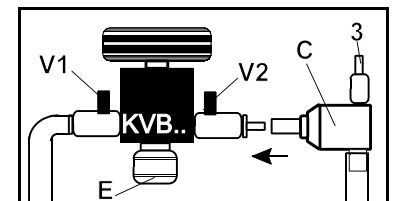

Abb. 3
- d) Venturi-Düse (C) an KVB .. ankuppeln (Abb. 3)
- e) Anschluss (3) an Werkstatt-Druckluft ankuppeln.